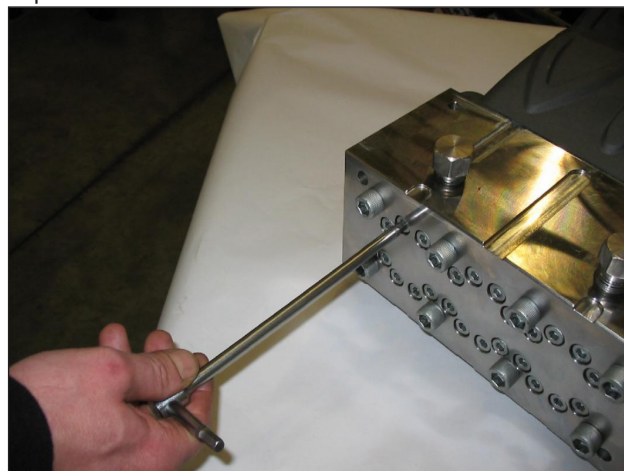

Рис. 16
- Ослабьте (не снимая) крепежные винты М8х100, которые крепят рубашки к торцу, как показано на Рис. 16, чтобы разблокировать их.